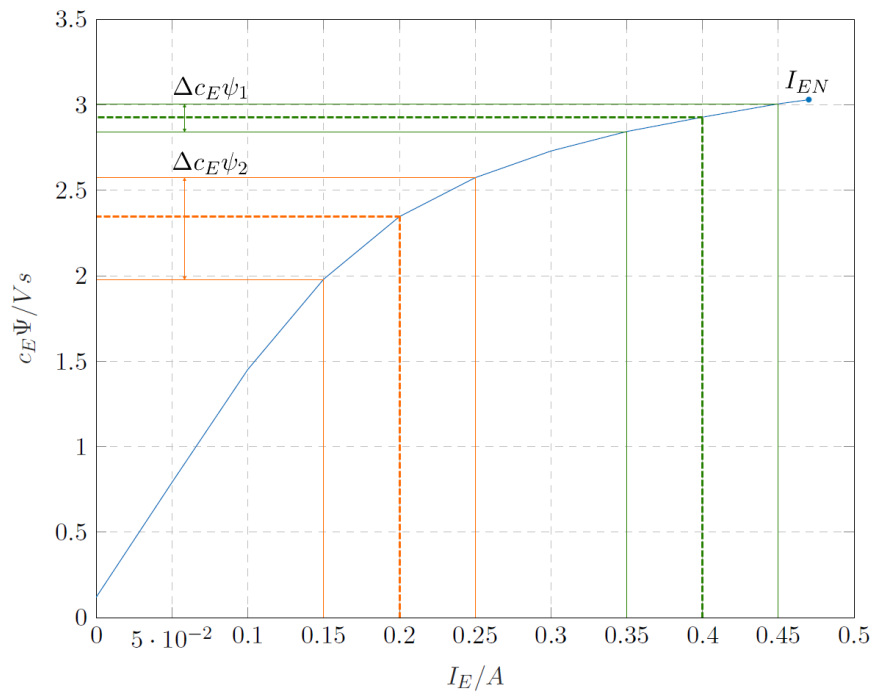

Abbildung 5.3: Kurve der Magnetisierungskennlinie mit Nennpunkt
d) In den letzten Aufgabenteil soll der Nennpunkt in die Magnetisierungskennlinie eingezeichnet werden und es soll begründet werden, warum der Nennfluss in diesem Bereich festgelegt liegt. Die Arbeitspunkte $I_{E1} = I_{EN}$ und $I_{E2} = \frac{1}{2}I_{EN}$ sind auch zu vergleichen. Der Nennpunkt liegt in unsere Magnetisierungskennlinie am Arbeitspunkt $I_{E1} = I_{EN}$ (Abbildung 5.3). Diese haben wir so bestimmt, indem wir den Erregerstrom so weit erhöht haben, bis sich die Ankerspannung nicht mehr ändert. Dies ist bei $I_{EN} = 0.47A$ der Fall.
In der Abbildung 5.3 kann man im Arbeitspunkt I_{E1} erkennen, dass bei Änderungen von I_E von $\pm 50mA$, $\Delta\psi$ deutlich kleiner ist, als im Arbeitspunkt I_{E2} . Somit ist der AP1 günstiger, da es zum einen geringeren Ankerstrom erzeugt und sich somit die Maschine langsamer erwärmt - man muss die GM weniger kühlen. Auch kann man einen kleineren Querschnittsfläche für die Drähte, wegen des kleineren Ankerstroms benutzen. Die geringe Änderung von I_{E1} heißt auch, dass sie einen geringeren Einfluss auf den Fluss hat und es zu einer stabileren Drehzahl der Gleichstrommaschine führt.